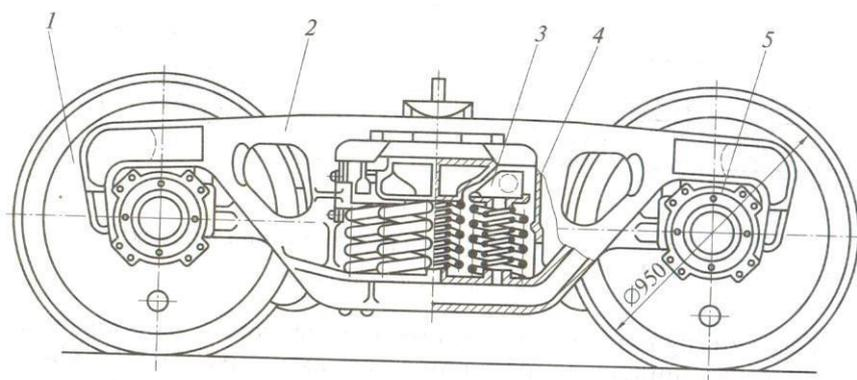

Рисунок 3.1 Тележка типа ЦНИИ-ХЭ-О
1. Нарисовать и написать название элементов тележки типа ЦНИИ-ХЗ-О рисунок 3.1.